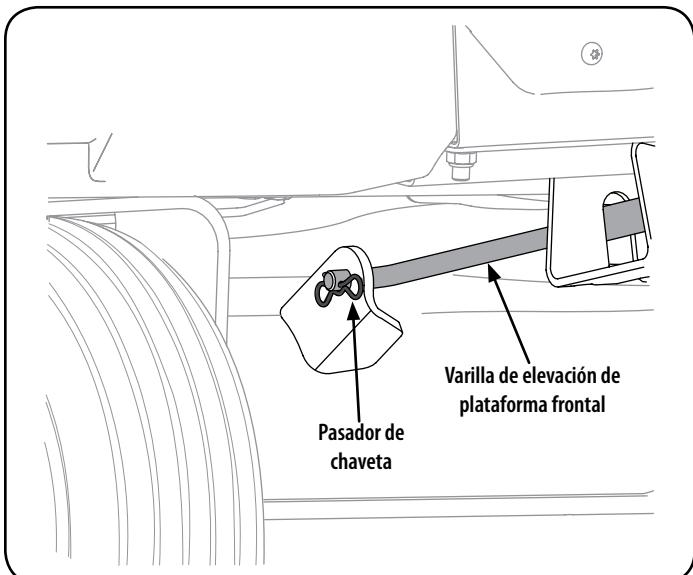

Figura 27
- Tire del pasador de chaveta hacia afuera de la varilla de elevación delantera de la plataforma que la sujetó a la plataforma. Vea la Figura 27. Saque la varilla de elevación de la plataforma de la ménnsula de suspensión frontal.
- Vuelva a instalar la varilla de elevación delantera de la plataforma y sujetela en su lugar con el pasador de chaveta. Consulte la Figura 27.